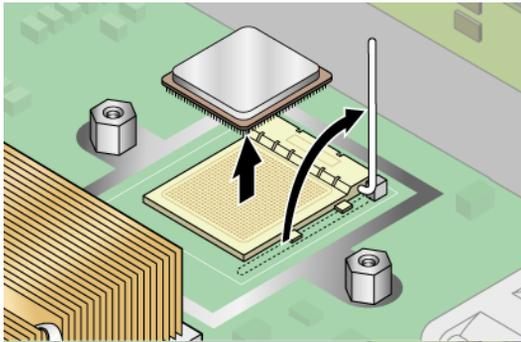

FIGURE 3-32 Retrait d'une CPU de sa fiche
8. Tirez le levier de dégagement de la fiche en position complètement ouverte, perpendiculaire (voir FIGURE 3-32).